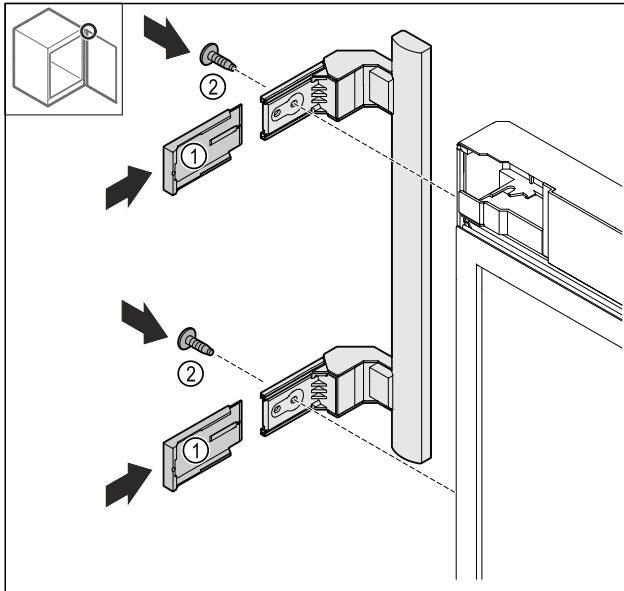

Fig. 16
- ▶ Abdeckungen Fig. 16 (1) aufschieben.